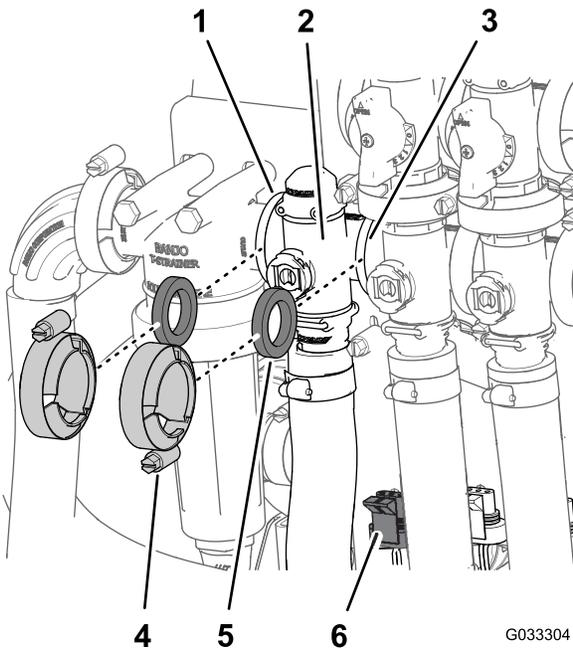

Figura 68
1. Retire las abrazaderas y las juntas que fijan el distribuidor de la válvula de control de caudal (Figura 68).